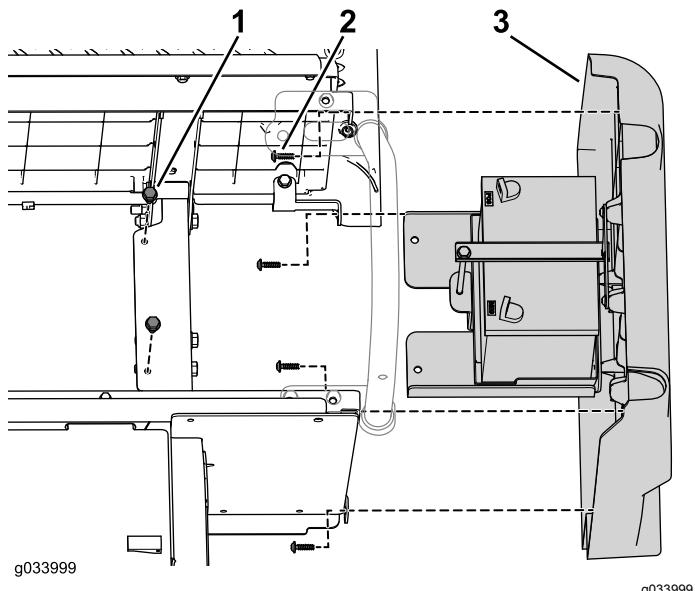

Bild 8
8. Entfernen Sie die beiden Bundkopfschrauben, mit denen das Batteriefach am Rahmen befestigt ist (Bild 8).
9. Entfernen Sie die vier Schrauben, mit denen die rechte Seitenwand am Sitzunterteil befestigt ist (Bild 8).
1. Befestigen Sie die rechte Seitenwand mit den zuvor entfernten vier Schrauben (Bild 8).
2. Befestigen Sie das Batteriefach mit den beiden zuvor entfernten Bundkopfschrauben am Rahmen (Bild 8).